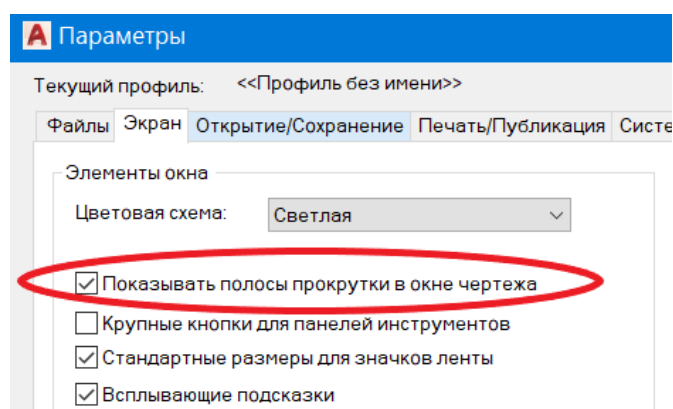

Рис. 19. Установка флажка Показывать полосы прокрутки
- 3) в открывшемся окне Параметры во вкладке Экран установить флажок Показывать полосы прокрутки (рис. 19).